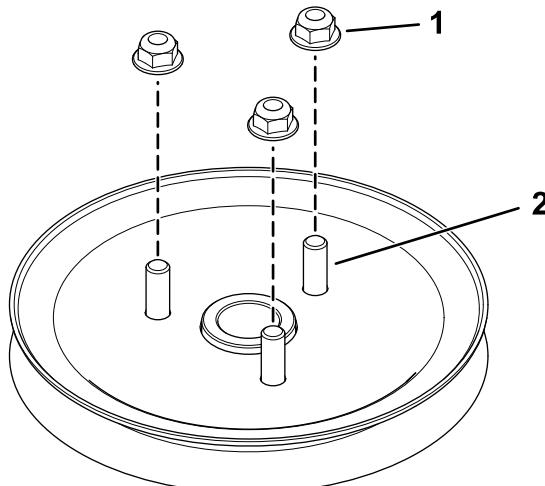

Figura 9
3. Instale provisionalmente las 3 tuercas en los espárragos (Figura 9). Deje un espacio de 5 mm (3/16") entre la tuerca y la polea.